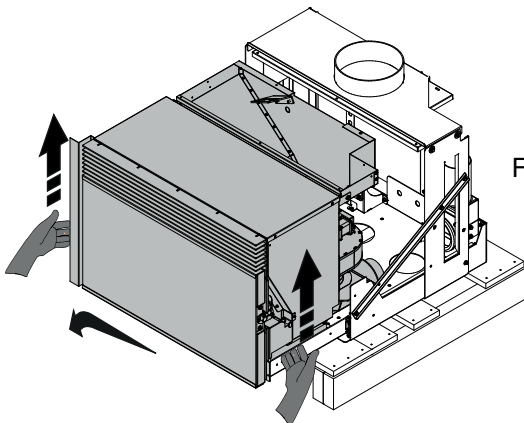

Fig. 6.1.5
10. Die Maschine anheben und aus den Führungen entfernen (Abb. 6.1.5);